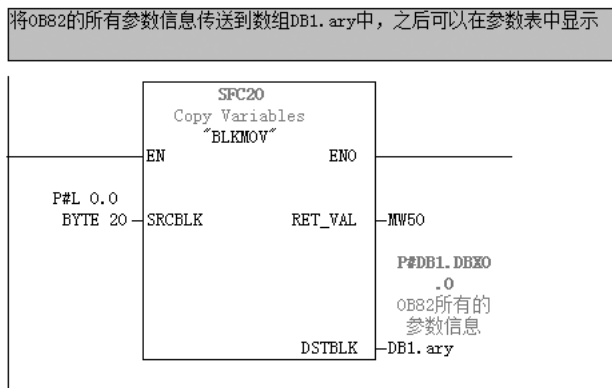

图 5-90 梯形图
4) 编写梯形图程序。在 OB82 中编写梯形图程序, 如图 5-90 所示。由于 S7-300/400 PLC 有很强的自诊断功能, 故障信息自动赋值给 OB82 的参数。程序的作用实际就是将 OB82 的所有参数信息传送到数组 DB1.ary 中, 这样故障信息就可以在参数表中显示了。